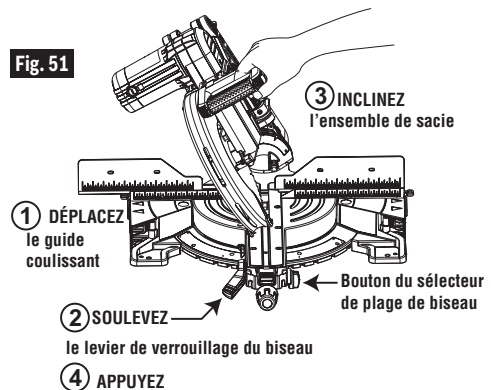

Fig. 51
1. Déplacez le guide coulissant de gauche vers l'extérieur afin de le dégager du champ de l'ensemble de scie et verrouillez à nouveau (Figure 51).
1. Déplacez le guide coulissant de droite vers l'extérieur afin de le dégager du champ de l'ensemble de scie et verrouillez à nouveau (Figure 51).
1. Déplacez les guides coulissants de gauche et de droite vers l'extérieur afin de les dégager du champ de l'ensemble de scie et verrouillez à nouveau (Figure 51).